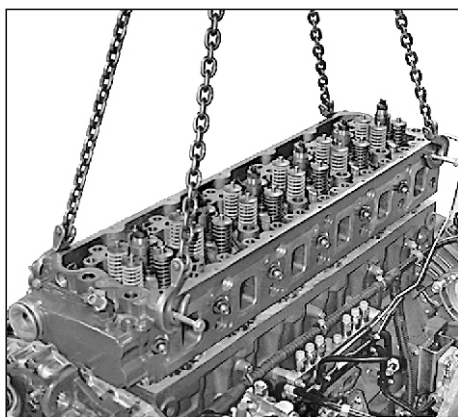

Рис. 29. Снятие головки цилиндров.
14. Снять головку блока цилиндров (см. Рис. 29).